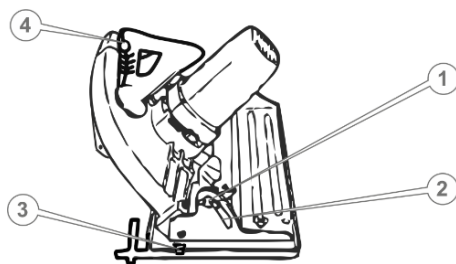

Рисунок 4. Регулювання кута різу
1. Встановити пилу на рівній чистій поверхні верстата у положення, як на рис. 4.
2. Послабити смушкову гайку (1, рис. 4) механізму регулювання кута різу.
3. Акуратно нахилити корпус пили відносно бази та встановити необхідний кут різу (у межах від 0 до 45 градусів), використовуючи градуйовану шкалу (2, рис. 4).
4. Надійно затягнути гайку (1, рис. 4) механізму регулювання кута різу.
1. викрутити притискний гвинт (1, рис. 4);
2. розташувати паралельну напрямну (3, рис. 4) у пазах металевої бази (2, рис. 4) та затиснути гвинт.